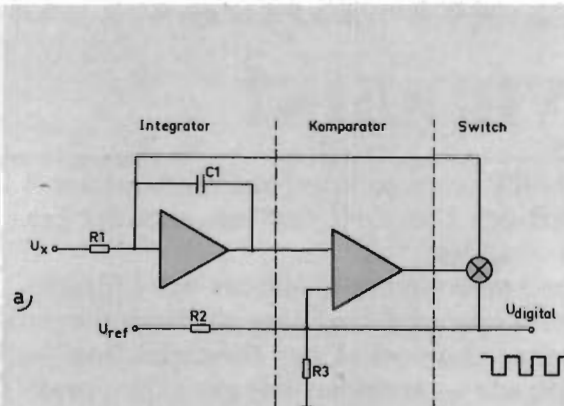

Fig 1. Blockschemat över en enkel A/D-omvandlare.
■ ■ Fig 1 visar schematiskt en analog/digitalomvandlare av enkel typ som bygger på principen *spänning* till *frekvensomvandling*. A/D-omvandlaren är uppbyggd av en integrator, komparator, switch samt en referensspänningskälla.